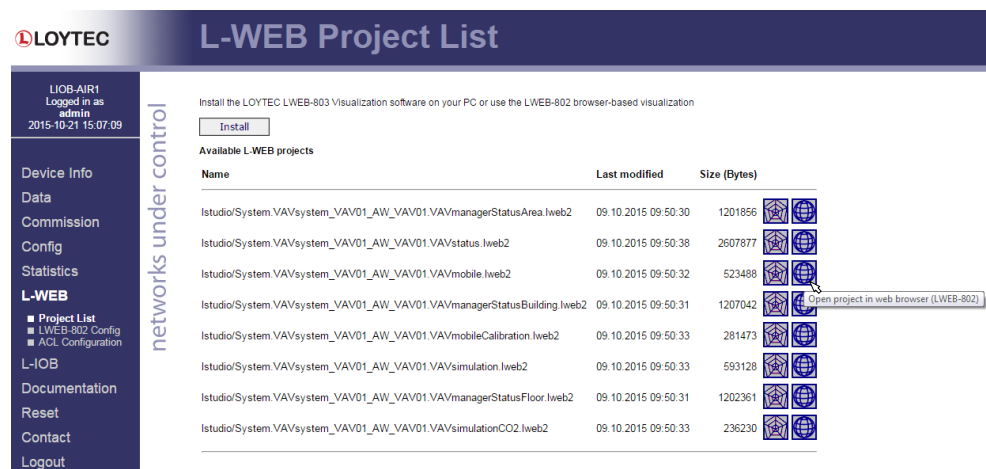

Abbildung 11: L-WEB Projekt Liste
3. Öffnen Sie das gewünschte Projekt im Browserfenster wie in Abbildung 11 gezeigt.